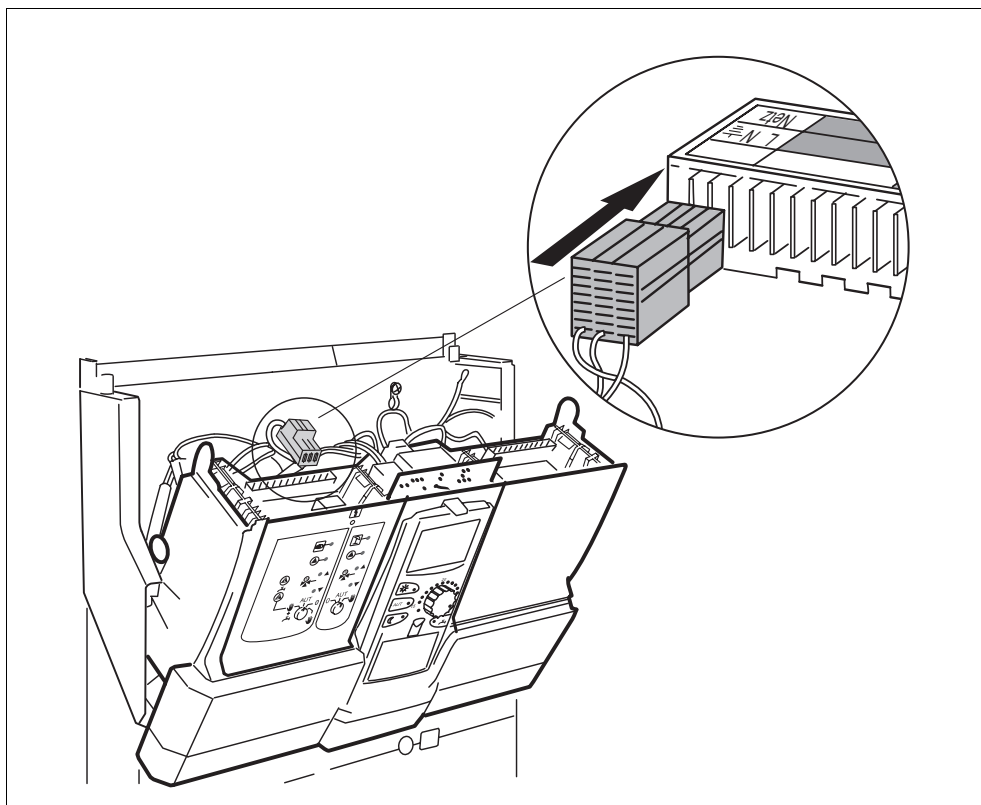

Рис. 7 Подключение разъема 1 к сети
- Вставить соединительный штекер (230 В) модуля в предусмотренный для него разъем (см. выноску на рис. 7).
- Отсоединить штекер (230 В) модуля (см. рис. 7, стр. 16), а также все соединительные провода модуля ZM 424 и зафиксировать их положение.